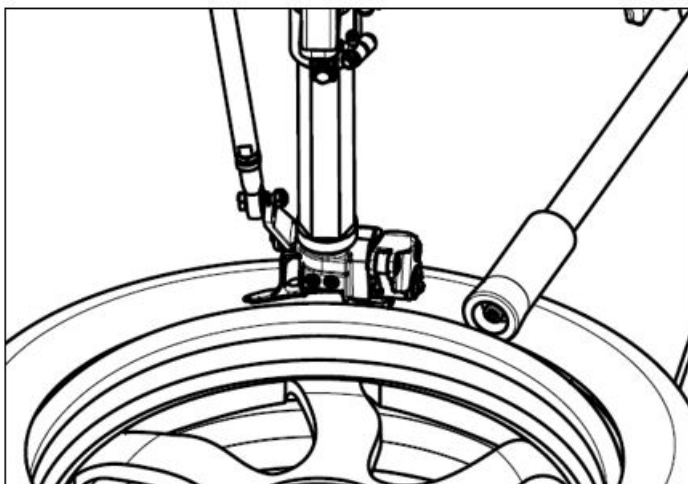
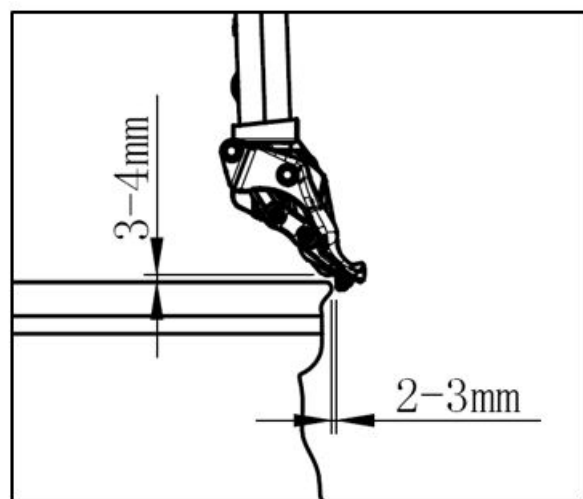

FIG26
FIG27
- Tryk på kontrolventilen (FIG3-5) til midterpositionen, demontagehovedet skal falde ned til arbejdspositionen. Før demontageværktøjet tæt på fælgens kant. Beskyttelsesdækslet og plastikhale-dækslet på demontagehovedet vil komme i kontakt med fælgens kant. Hvis dæksiden er hård, brug trykpladen på hjælpearmsen til at trykke dækkanten ned som vist i FIG26. Tryk derefter på knappen til kontrolventilen for at låse den vandrette arm. På dette tidspunkt vil demontagehovedet automatisk bevæge sig en smule væk fra fælgen for at adskille demontagehovedet og fælgen for at undgå at ridse fælgen som vist i FIG27.